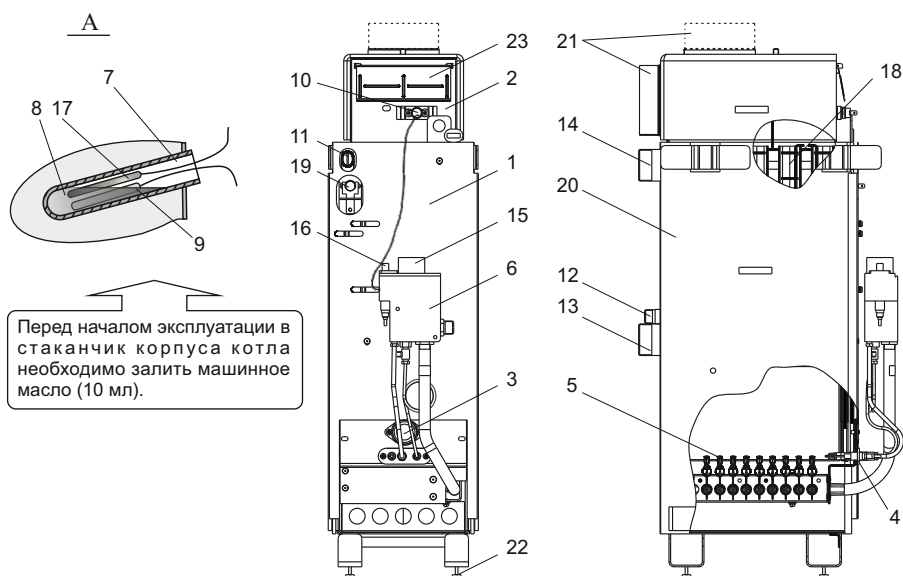

Рис. 2. Схема конструкции котла
6.8. При установке котла в систему отопления с открытым расширительным сосудом установка датчика перегрева (п.19, рис.2) не требуется, при условии, что отказ термостата управления не вызывает опасную ситуацию для пользователя или повреждение котла (ГОСТ Р 51733-2001).